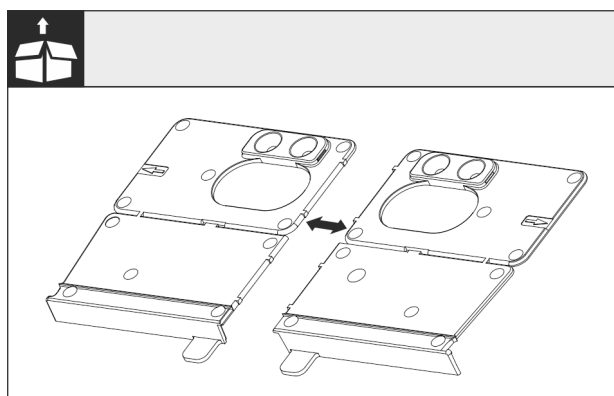

Fig. 27
- ▶ Oddělte montážní úhelník dna Fig. 27 (I) v perforaci.